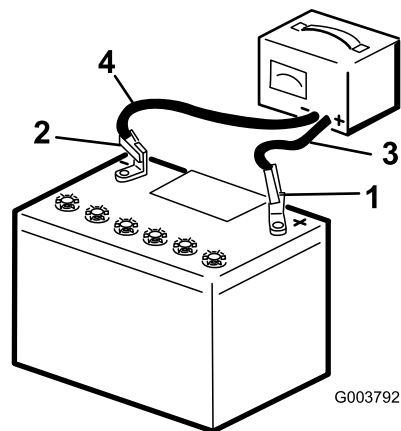

Figure 66
3. Connectez le câble positif du chargeur de batterie à la borne positive de la batterie (Figure 66).
4. Branchez le câble négatif du chargeur de batterie à la borne négative de la batterie (Figure 66).
6. Quand la batterie est chargée au maximum, débranchez le chargeur de la source électrique, puis débranchez les fils du chargeur des bornes de la batterie (Figure 66).